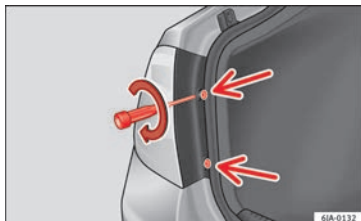

Fig. 103 Montar la unidad trasera.
- Con el destornillador de dotación o una llave Torx 20 (T20), atornillar (girando en sentido horario ►► **fig. 103**) los dos tornillos de fijación de la zona frontal del piloto.